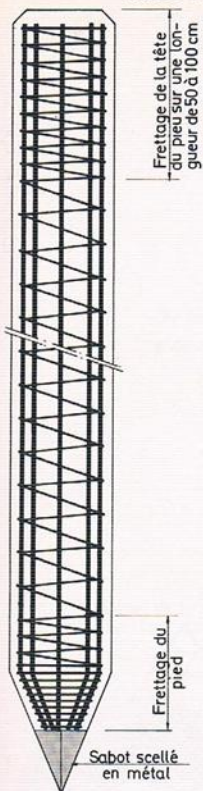

FIG. 56. - Armature d'un pieu.
- la préfabrication des pieux (fig. 56 à 60) ;